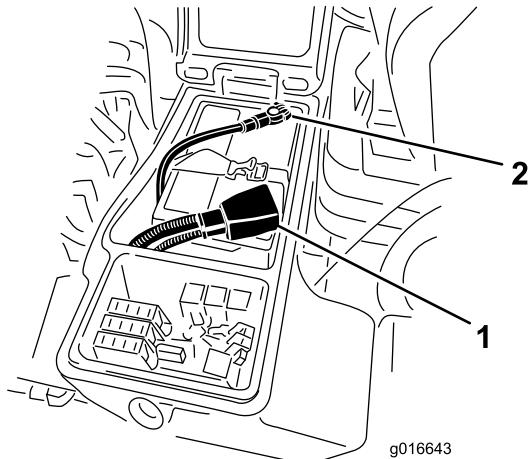

Figura 97
6. Instale o cabo positivo (vermelho) no terminal positivo (+) e o cabo negativo (negro) no terminal negativo (-) da bateria (Figura 97).